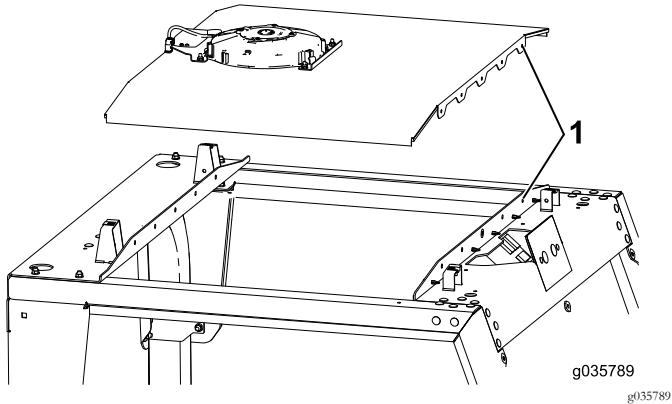

图4
- 将顶棚组件放到机器上使顶棚组件的铆钉孔与机器的铆钉孔对齐 图4。